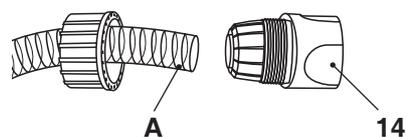

Fig. 2
- > Reliez le connecteur de tuyau (14) au connecteur (3) de montage pour les tuyaux d'arrosage ordinaires. (Fig. 2)